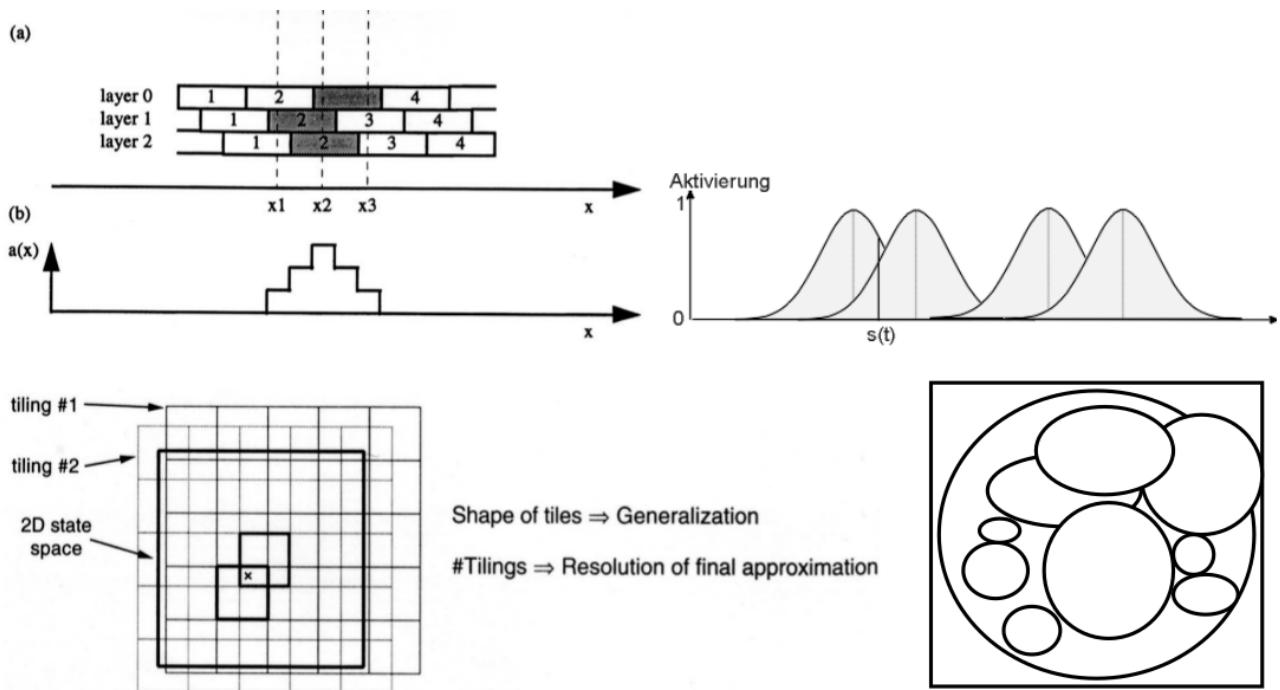

Abbildung 101: CMAC vs. RBF-Netze
**CMAC vs. RBF-Netze** siehe Abbildung 101